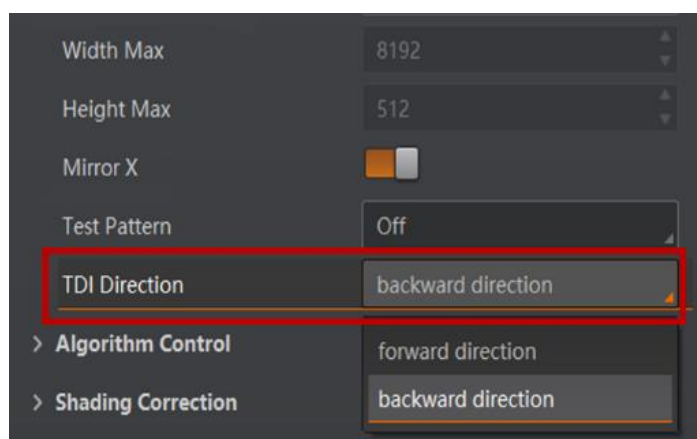

图8-6 设置 TDI Direction 参数
2. 在 Image Setting 属性树下，根据传送带运行方向与读码器拍摄方向的实际情况，设置参数 TDI Direction，如图 8-6 所示。